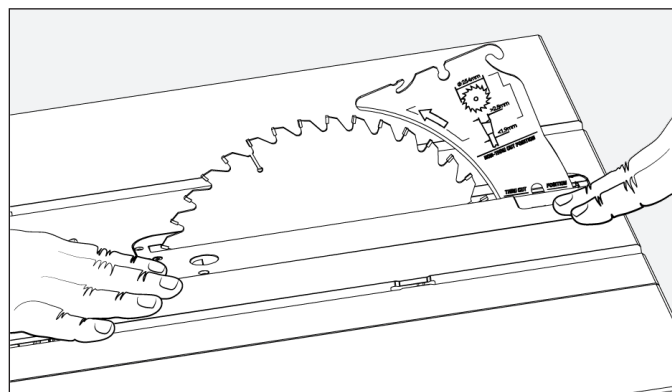

FIGURA 13
Inserte la lengüeta posterior de la placa de garganta (G) (el extremo con las placas de desgaste) debajo de la superficie de la mesa y encaje el extremo frontal en su ubicación (FIGURA 13).
Compruebe que la placa de garganta esté ajustada de forma correcta en la mesa. La parte frontal de la placa de garganta debe estar nivelada o ligeramente por debajo de la superficie de la mesa y la parte posterior de la placa de garganta debe estar nivelada o ligeramente por encima de la superficie de la mesa (FIGURA 13).